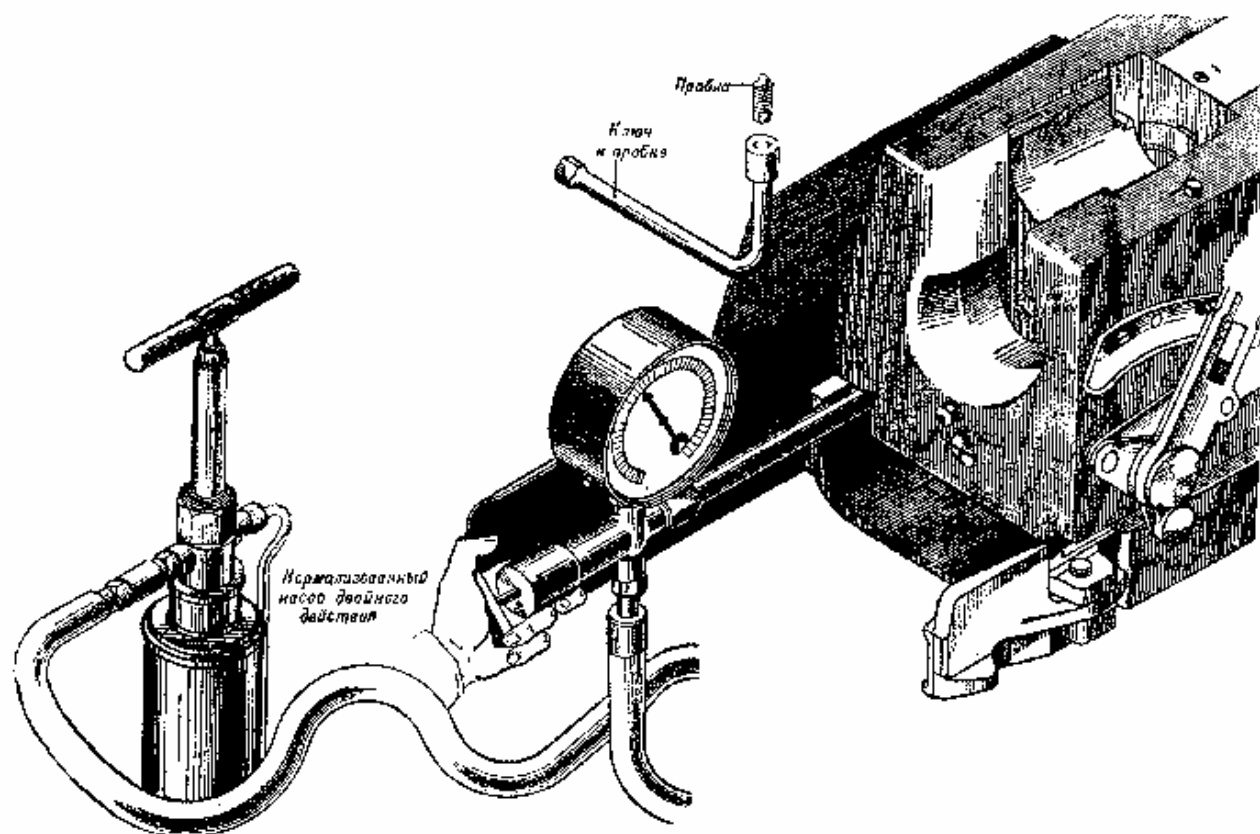

Рис. 47. Добавление жидкости и воздуха в накатник.
5. Определить по отклонению стрелки манометра давление в накатнике; нормально давление должно быть равно 19...22 ат. Если давление в накатнике меньше указанного, то нужно, не снимая тройника с манометром, вытянуть шток тройника назад до отказа, свинтить с тройника заглушку, присоединить к тройнику шланг насоса двойного действия, установить насос на «воздух» и накачать воздух до требуемого давления (рис. 47).